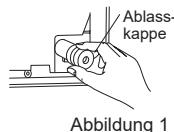

Abbildung 1
- 2) Ziehen Sie die Ablasskappe rechts hinter von den Ihnengerätes heraus. (Abbildung 1)